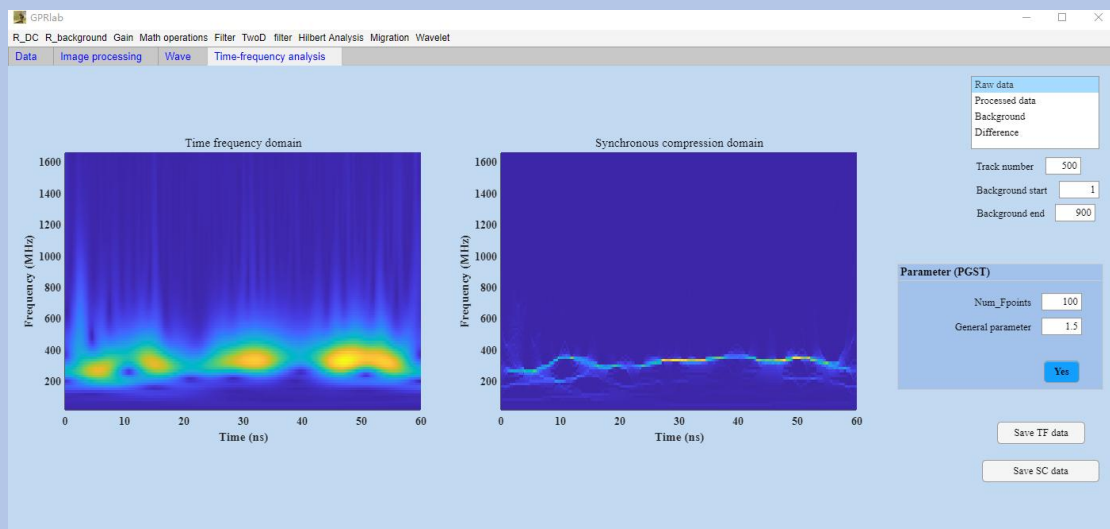

图 8-1 时频分析
如图 8-1 展示了第 500 道数据的时频分析结果。
(1) 读入数据，如图 8-1 可以看到该数据是 512 采样的，并且具有 5607 个 traces。